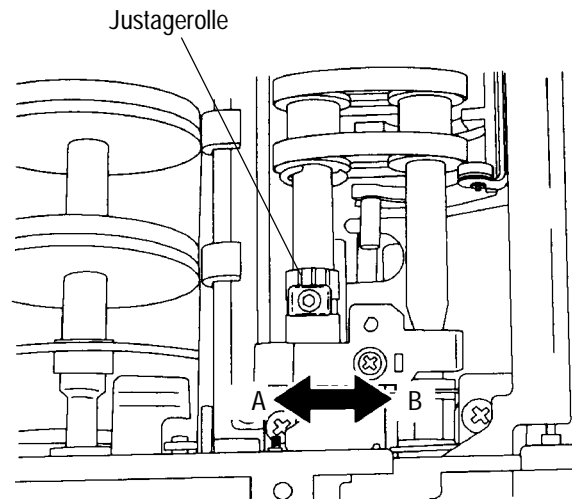

Abb. 5 - 118 (vordere Justagerolle)
- 1) Zum Beseitigen der Schräglage die Schraube (Abb. 5 - 115 /116) der Separationsbandeinheit lockern und die Justagerolle bewegen.